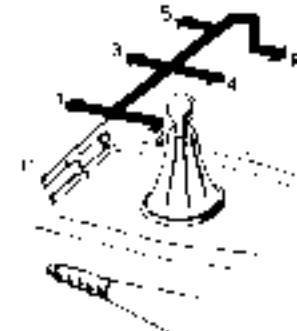

Fig. 11
Position of gear lever is shown in Fig. 11 and 11/8
- 3 Schalthebel mit fünf synchronisierten Gängen, plus Rückwärtsgang. Die Gangstellung ist in Abb. 11 und 11/a angeführt.